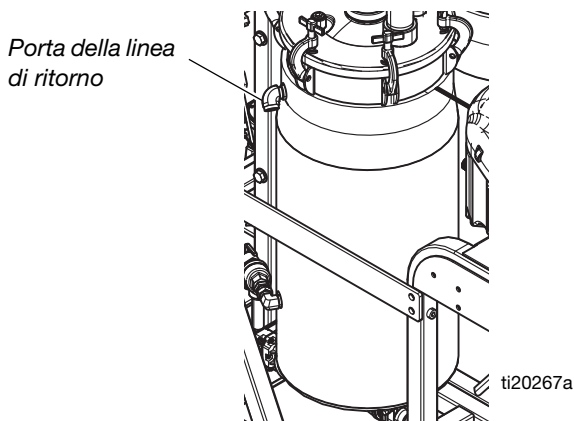

FIG. 30
7. Scollegare la linea di ritorno del materiale dal lato di ciascun serbatoio, quindi chiudere la porta del serbatoio. Questo consente di spingere l'olio minerale fuori dalle linee del fluido. Instradare le linee di ritorno nei contenitori di scarto. Vedere FIG. 30.